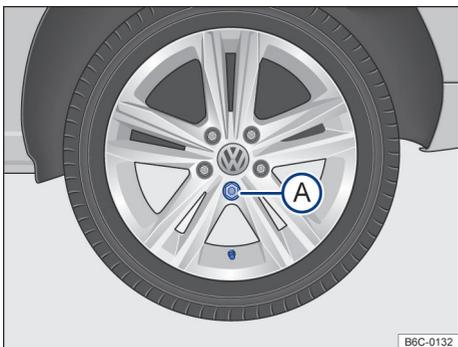

Fig. 162 Retirar a calota integral.
- Remover os parafusos da roda. O parafuso de frente válvula do lado direito → Fig. 162 (A) serve como guia na sequência de montagem. Por isso, remover o parafuso (A) por último e tenha cuidado para não deixar a calota cair ao remover os outros parafusos.